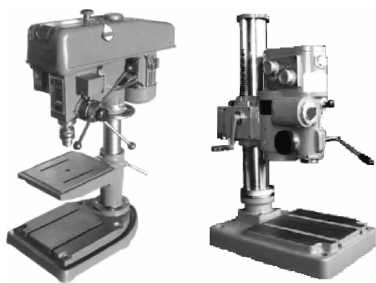

图 1-5 台式钻床
①台式钻床。台式钻床是一种可放在台子上或专用的架子上使用的小型钻床,如图 1-5 所示。台式钻床的最大钻孔直径一般在 12 mm 以下。台式钻床主轴转速很高,常用三角皮带传动,由多级皮带轮来变换转速。